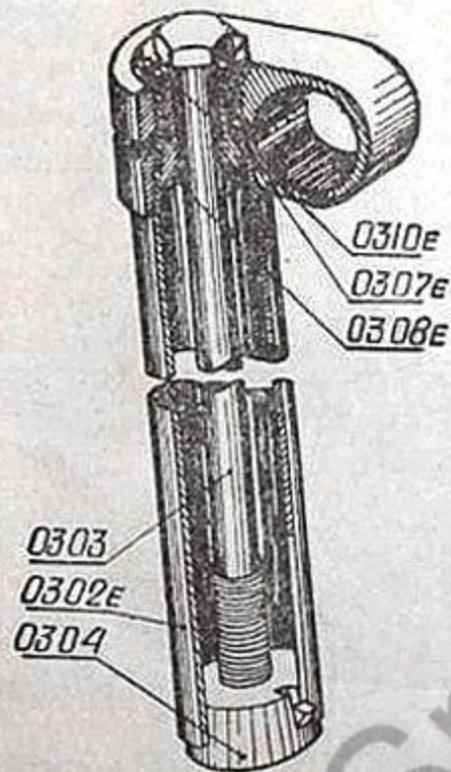

Рис. 3. Устройство поворотного руля.
Руль (рис. 3) состоит из пустотелого стержня 0302Е, на конусной части которого находится вынос руля 0307Е, охватывающий посредством двух вкладышей 0309Е трубу руля 0301А с ручками 0306.
4. Завернуть затяжной болт 0303 до отказа. Крепление руля в стержне передней вилки осуществляется путем расклинивания нижней части стержня руля 0302Е распорным конусом 0304, который затягивается болтом 0303 (рис. 3).